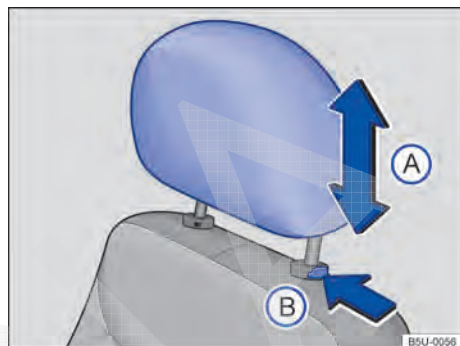

Fig. 36 Ajustar o apoio para cabeça dianteiro.
- Empurrar o apoio para cabeça para cima ou para baixo na direção da seta → Fig. 36 (A) → ▲.